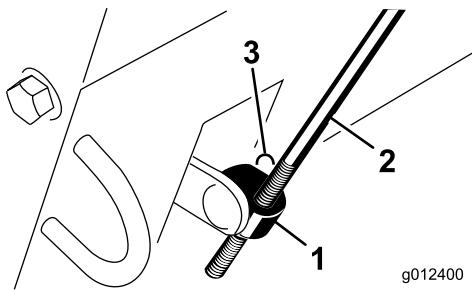

Figura 6
6. Introduzca el acoplamiento de la varilla en el espárrago de la palanca acodada y sujetelo con una arandela y un pasador de horquilla (Figura 6).